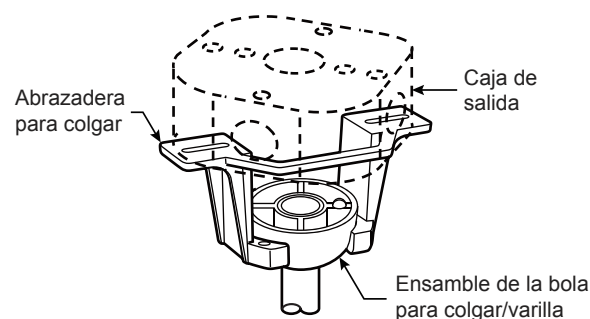

Figura 4
4. Coloque el soporte de la varilla y alinee los orificios de la clavija de horquilla en ambas piezas. Instale la clavija de horquilla y asegúrela con la pinza de horquilla. Fije y instale los dos tornillos de presión y las tuercas de seguridad en el soporte de la varilla interior. (Figura 4)
2. Levante cuidadosamente el ventilador y coloque el ensamble de la bola para colgar/varilla en la abrazadera para colgar que acaba de fijar a la caja de salida. Asegúrese de que la ranura de la bola esté alineada con la lengüeta de la abrazadera para colgar. (Figura 4)
- ☐ 4. Si necesita reemplazar la baterías. Retire la cubierta de la batería del control remoto con un destornillador y conserve el tornillo para luego. (Figura 4)
- ☐ 4. Después de crear la cuenta fanSync de Fanimation, puede añadir sus ventiladores en la aplicación. (Figura 4)